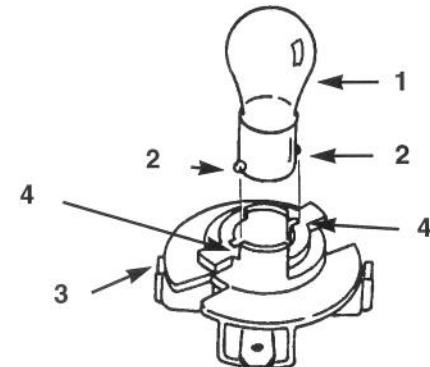

Bild 18
fernen (Bild 18).
1. An beiden Seiten ihrer Unterseite hat die Birne Metallstifte. Diese mit den Auskerbungen in der Birnenfassung abstimmen und die Birne in die Fassung eindrücken (Bild 18). Die Birne unter Druck im Uhrzeigersinn bis zum Anschlag drehen.